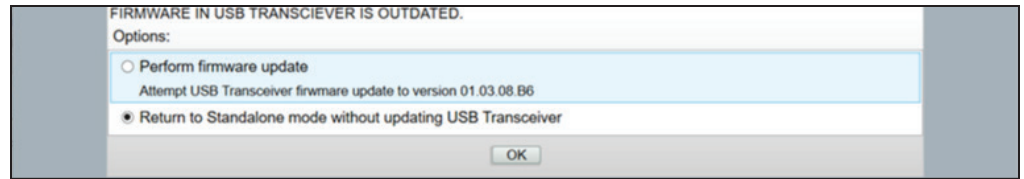

Figura 8. El menú de selección del Firmware en el transceptor USB está Desactualizado.
- PASO 3.** Si el firmware se puede actualizar, aparecerá el siguiente menú de selección. Ver la Figura 8 en la página 15. (Si el firmware está actualizado, aparecerá una ventana de diálogo).